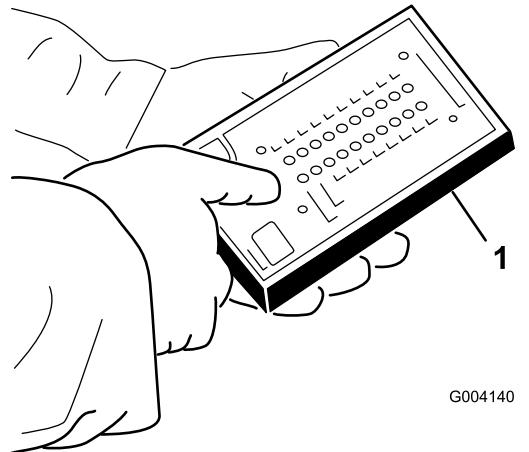

Bild 21
- Schließen Sie den Stecker des ACE-Anzeigewerkzeugs am Diagnostikanschluss an (Bild 21).